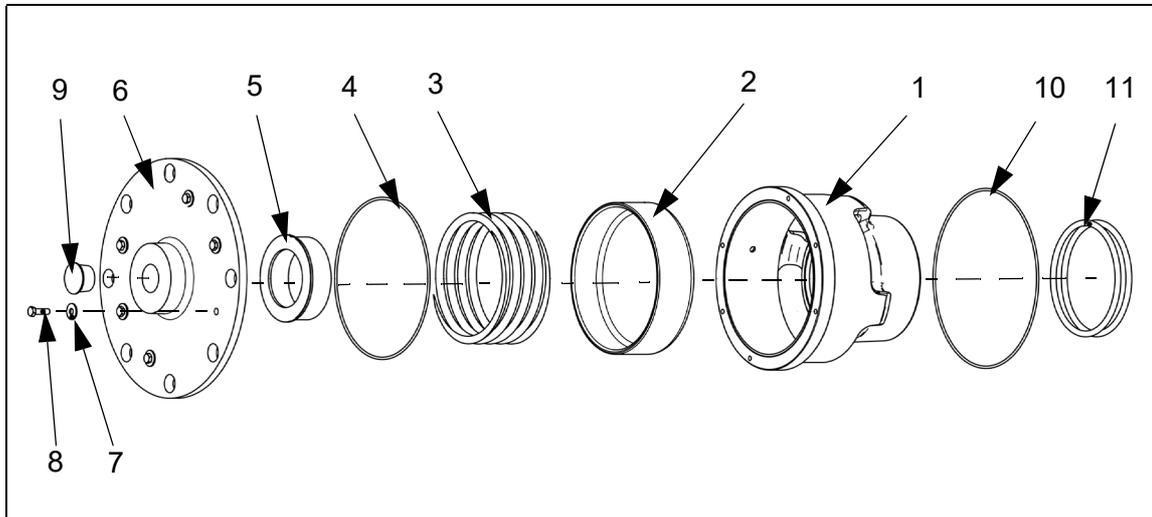

Abb.12:
4. Entfernen Sie die O-Ringe (4 und 10, Abb. 12) und reinigen Sie alle Oberflächen.
5. Setzen Sie eine neue Feder (3, Abb. 12) und einen neuen Kolben (2, Abb. 12) in den Korb (1, Abb. 12) ein.
6. Setzen Sie O-Ringe (4 und 10, Abb. 12) im Ausblasventil und im Korb ein.